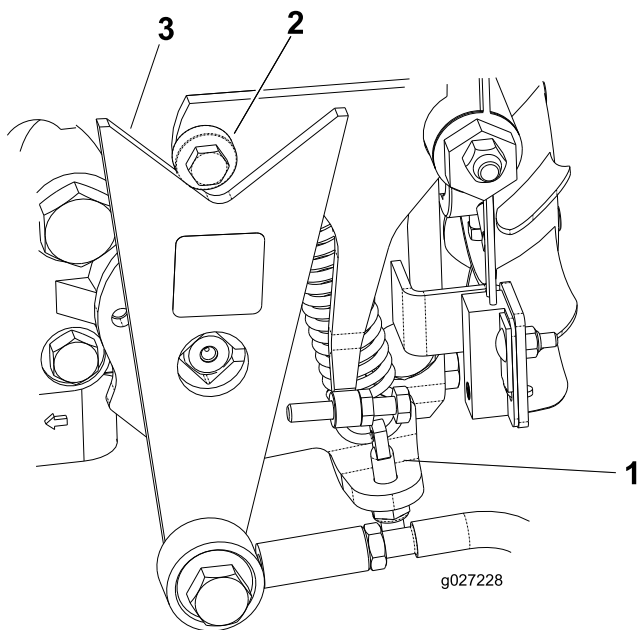

Figura 43
- Se as rodas rodarem na direção certa, pare o motor e ajuste a mola ajustando o bloqueio do pino (Figura 43). Ajuste a posição neutra da tração; consulte Ajuste da posição neutra da transmissão de tração (página 34).